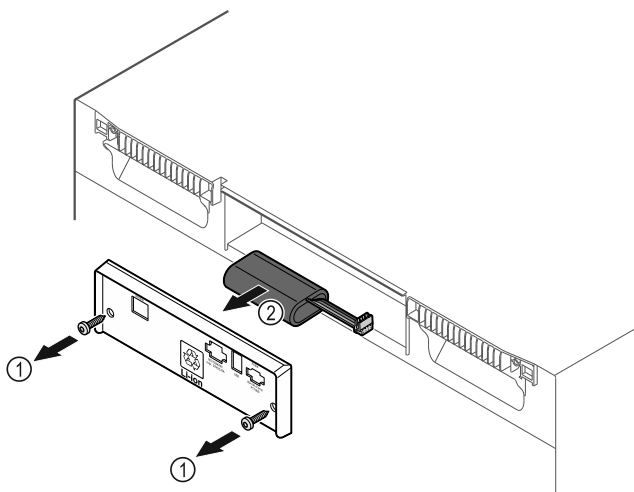

Fig. 153
- ▶ Csavarja ki a csavarokat, és távolítsa el a burkolatot a készülék hátoldaláról Fig. 153 (1).
- ▶ Válassza le, és vegye ki az elemet Fig. 153 (2).